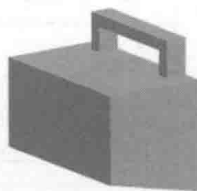
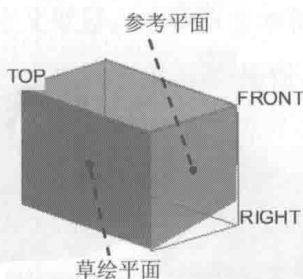
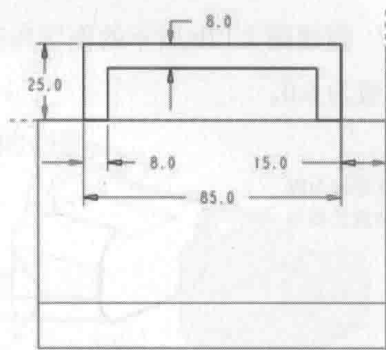

图 2.4 拉伸特征 2
图 2.5 定义草绘平面
图 2.6 截面草图
Step3. 创建图 2.4 所示的拉伸特征 2。在 **模型** 功能选项卡的 **形状** 区域中单击“拉伸”按钮 ，选取图 2.5 所示的草绘平面和参考平面，方向为 **右**；绘制图 2.6 所示的截面草图，在操控板中定义拉伸类型为 ，输入深度值 15，按 Enter 键确认；单击 按钮调整拉伸方向；单击 按钮，完成拉伸特征 2 的创建。